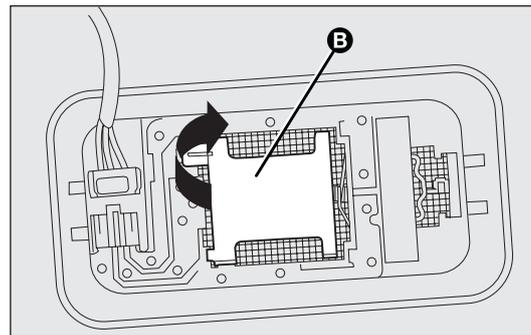

fig. 164
- abra la tapa B-fig. 164 tal y como se indica;